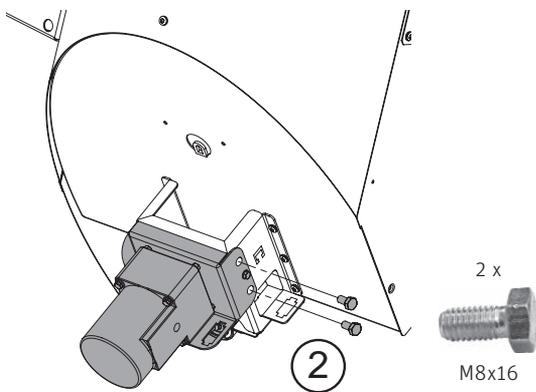

Fig. 46 Avvitare il motore della coclea
- ▶ Fissare il motore della coclea sul davanti con 2 viti M8x16 – Fig. 46.